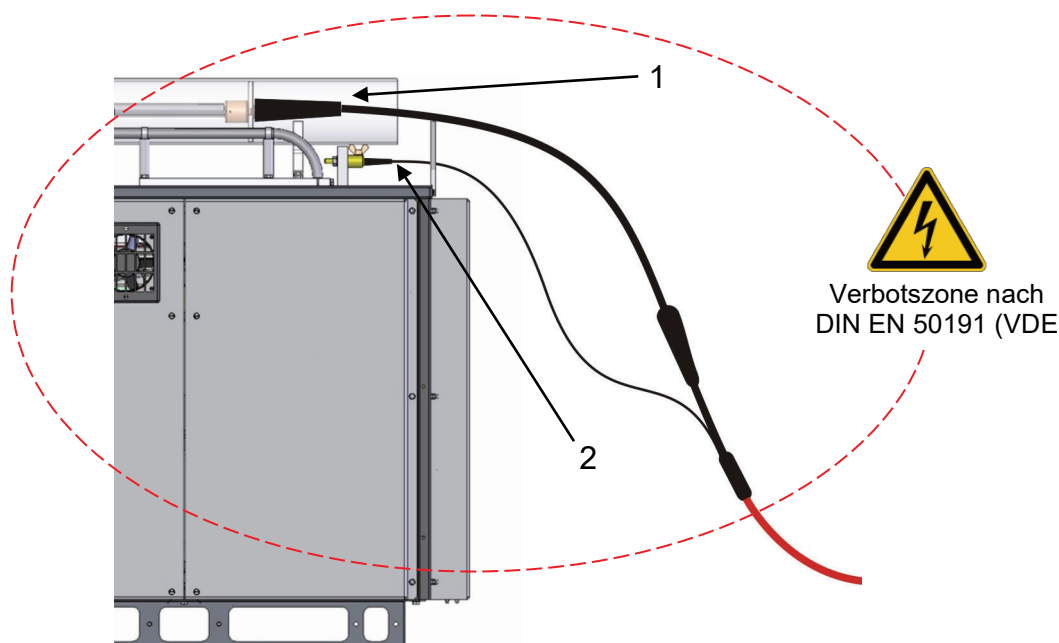

Bild 8: Steckfeld des HV-Moduls
- Rückseitiges Anschlusskabel der HV-Kabeltrommel mit dem HV-Anschluss (Bild 8; Ziffer 1) und der Betriebserde (Bild 8; Ziffer 2) des HV-Moduls verbinden. Der Innenleiter des HV-Anschlusskabels muss dabei über die Kerbe in der Auflage und in einem Abstand von mind. 25 cm zur Verkleidung der Prüfanlage oder benachbarten Anlagenteilen geführt werden.